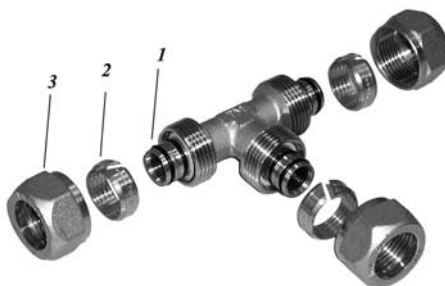

Рис. 1.3
Монтаж трубы может осуществляться с помощью специальных латунных фитингов компрессионного типа. Эти фитинги (см. рис. 1.3) состоят из штуцера (1), разрезного кольца (2) и накидной гайки (3) и обеспечивают надежное соединение труб и фитингов при помощи простого гаечного ключа.